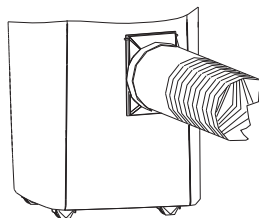

Fig. 10
11. Le conduit d'évacuation d'air et son ensemble d'accessoires installés comme illustré sur le schéma Fig10.